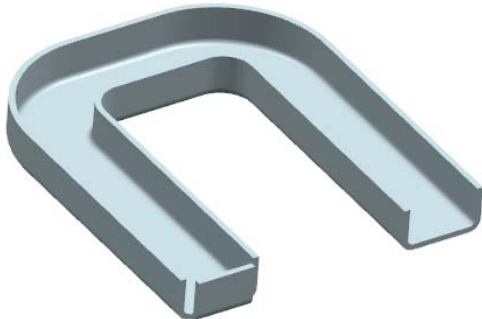

图 10-13 创建高级弯边特征 3
(7) 在“高级弯边”对话框中单击  按钮，创建高级弯边特征 3，如图 10-13 所示。